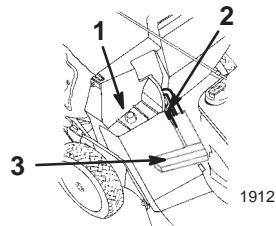

Figure 10
2. Vérifiez que la poignée du volet d'éjection est complètement abaissée vers l'avant et que le goujon est bien engagé dans son logement (Fig. 10).
3. Accrochez le cadre du bac par le trou sur l'ergot de retenue situé sur l'éjecteur (Fig. 10).
2. Tirez la poignée du volet d'éjection vers le haut et hors de l'encoche du bac (Fig. 11), puis vers l'avant pour qu'elle s'engage (Fig. 10).